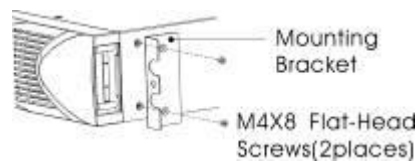

Figura 3
- i) Allineare le staffe di montaggio con i fori delle viti su ciascun lato dell'UPS e fissarle con le viti a testa piatta M4×8 in dotazione (vedere Figura 3)